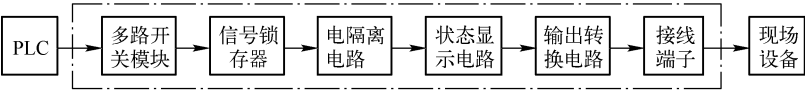

图 1-7 输出接口的结构
1) 输出接口电路的组成和作用。输出接口电路由多路选择开关模块、信号锁存器、电隔离电路、模块状态显示、输出电平转换电路和接线端子组成，如图 1-7 所示。在输出扫描期间，多路选择开关模块接受来自映像表中的输出信号，并对这个信号的状态和目标地址进行译码，最后将信息送给锁存器；信号锁存器是将多路选择开关模块的信号保存起来，直到下一次更新；输出接口的电隔离电路作用和输入模块的一样，但是由于输出模块输出的信号比输入信号要强得多，因此要求隔离电磁干扰和浪涌的能力更高；输出电平转换电路将隔离电路送来的信号放大成可以足够驱动现场设备的信号，放大器件可以是双向晶闸管、晶体管和干簧继电器等；输出的接线端子用于将输出模块与现场设备相连接。